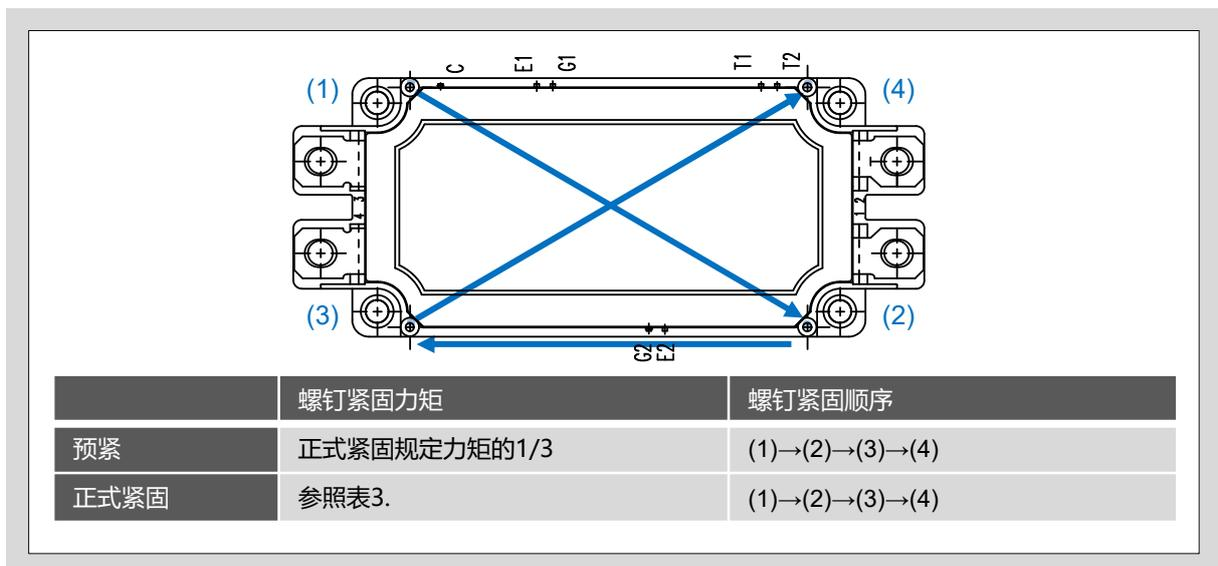

图5. 螺钉紧固的力矩和顺序
2. 为使产品在固定时受力均匀, 首先以正式紧固规定力矩的 $1/3$ 进行预紧。紧固顺序如图5所示。